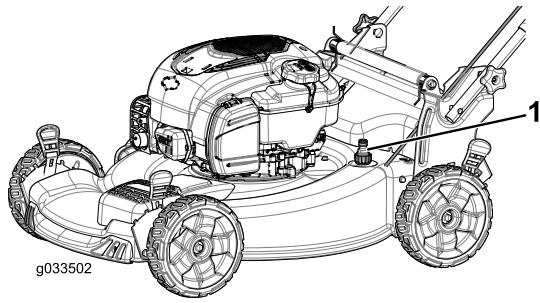

Figura 26
4. Conecte una manguera de jardín que esté conectada a un grifo al orificio de lavado de la máquina (Figura 26).